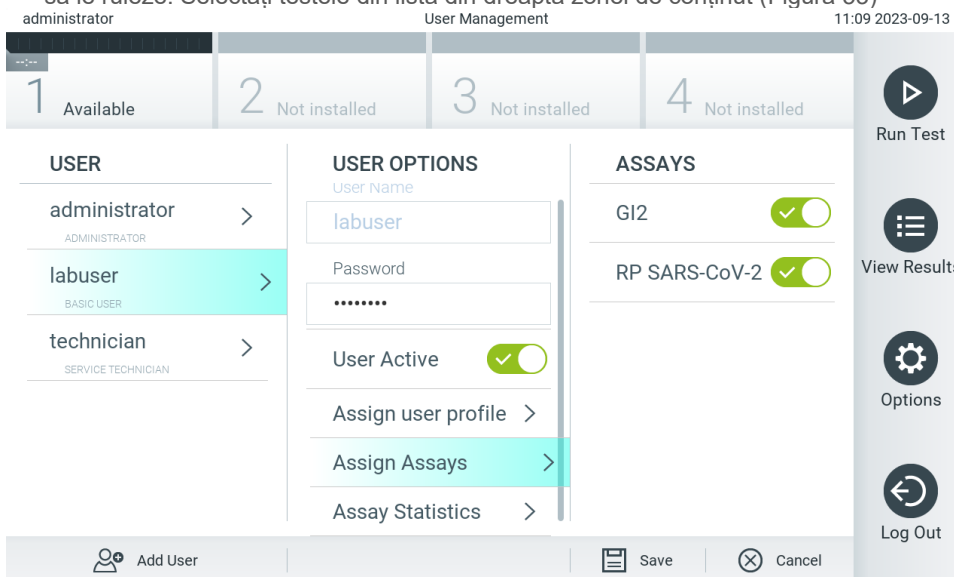

Figura 53. Alocarea testelor utilizatorilor.
- **Assign Assays (Alocare teste):** Permite definirea testelor din baza de date a testelor, pe care utilizatorul are dreptul să le ruleze. Selectați testele din lista din dreapta zonei de conținut (Figura 53)